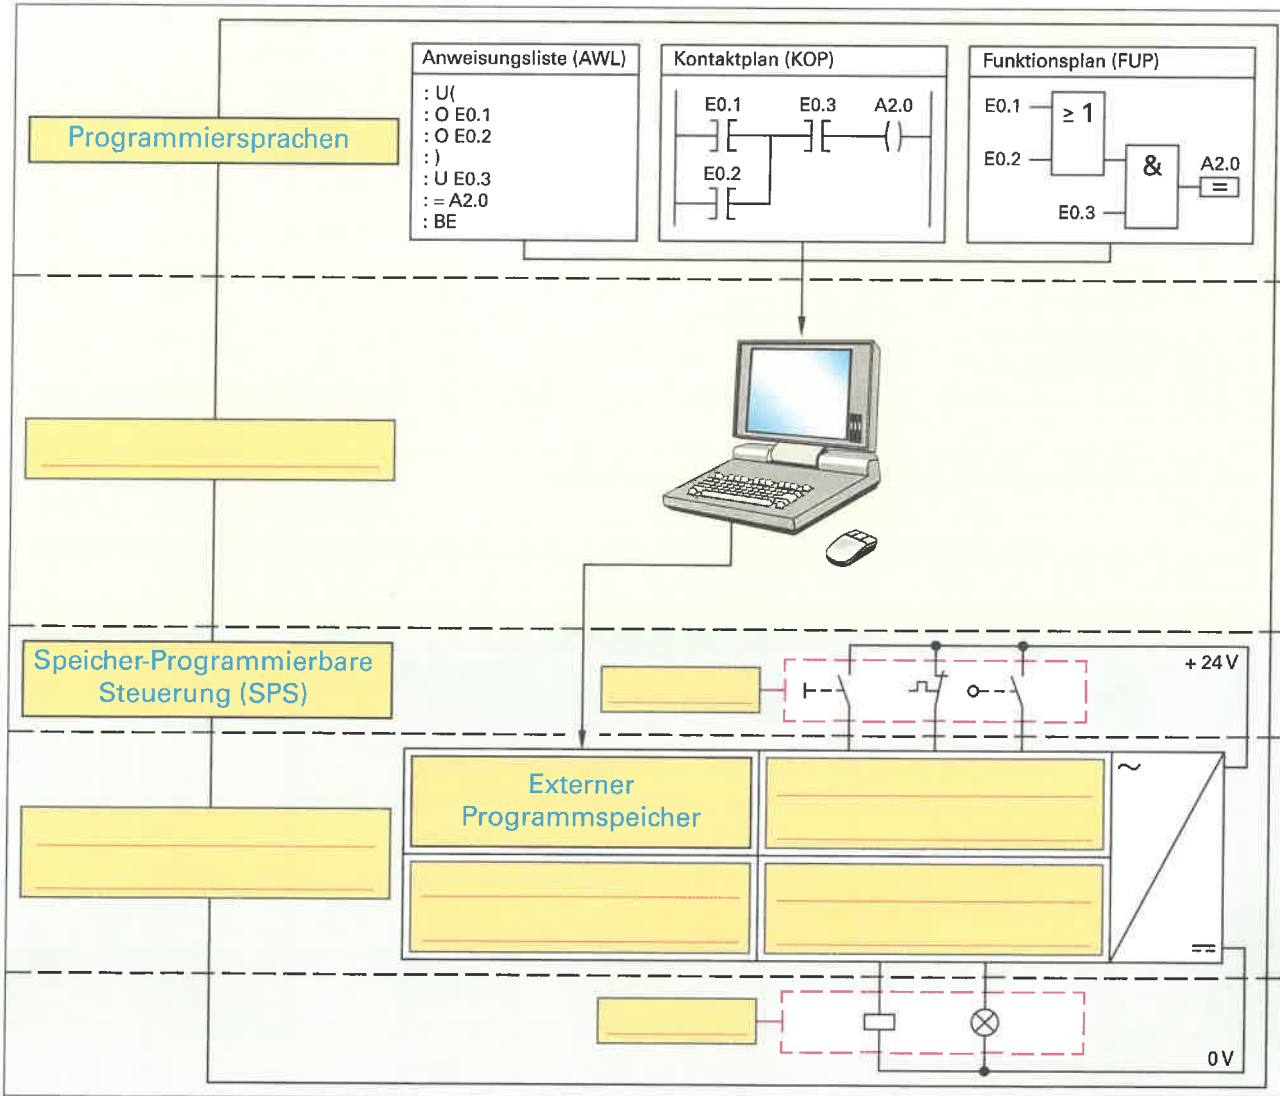

Bild 2: Programmierung einer SPS
1. Ergänzen Sie die Übersicht zur Programmierung einer Speicherprogrammierbaren Steuerung (**Bild 2**).